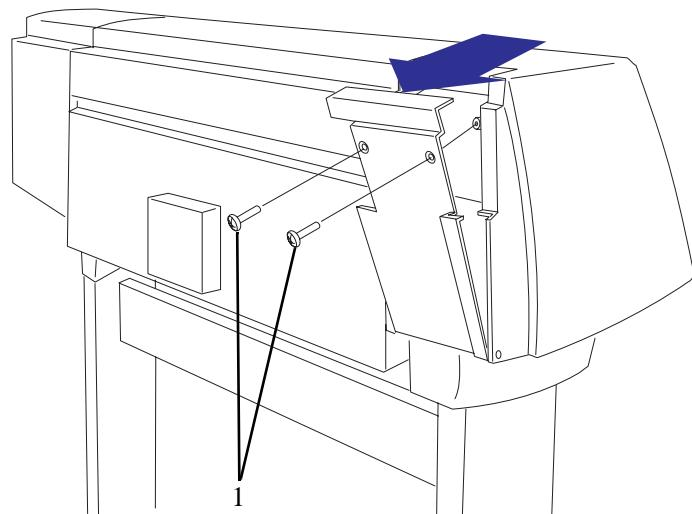

図8：左側カバー
- 1 左側カバー背面の扉を、2本のT-15のネジ(部品1)を取り外して開けます(図8参照)。